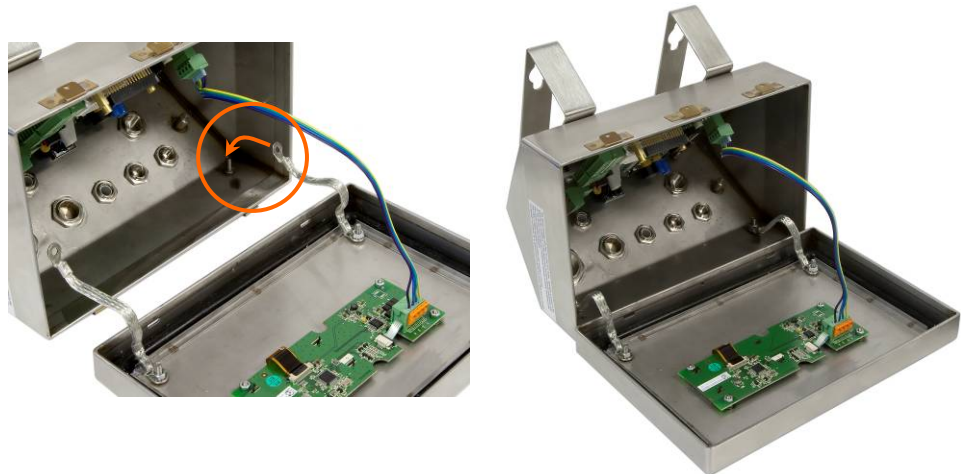

Abbildung 2-22: Abdeckung umdrehen
- C. Die vordere Abdeckung vorsichtig um 180 Grad drehen und die beiden Erdungsbänder mit den zwei Muttern, die im vorherigen Schritt (Abbildung 2-22) ausgebaut wurden, wieder an den beiden Bolzen neben den Kabelfüllen befestigen. Die zwei Muttern festziehen.